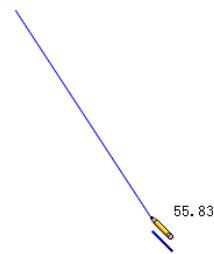

图 2-11 绘制任意直线
- 任意直线：在绘制直线过程中，笔型光标附近会出现任意直线图标符号\，如图2-11所示。